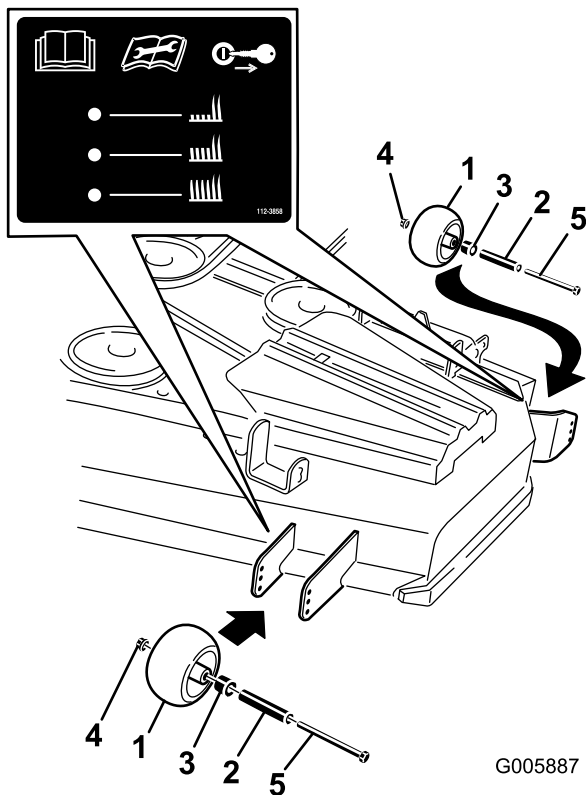
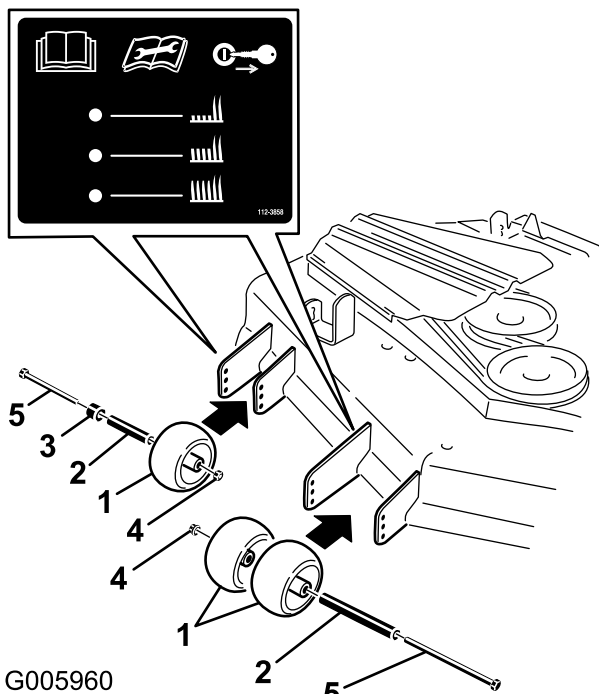

Bild 17
Bild 18
3. Nach dem Einstellen der Schnitthöhe sollten Sie die Rollen einstellen. Nehmen Sie die Bundmutter, die Büchse, das Distanzstück und die Schraube ab (Bild 17 oder Bild 18).
Hinweis: Die beiden mittleren Rollen haben keine Distanzstücke (Bild 17 oder Bild 18).
5. Setzen Sie die Bundmutter, die Büchse, das Distanzstück und die Schraube ein. Ziehen Sie auf 54 bis 61 Nm (Bild 17 oder Bild 18) fest.